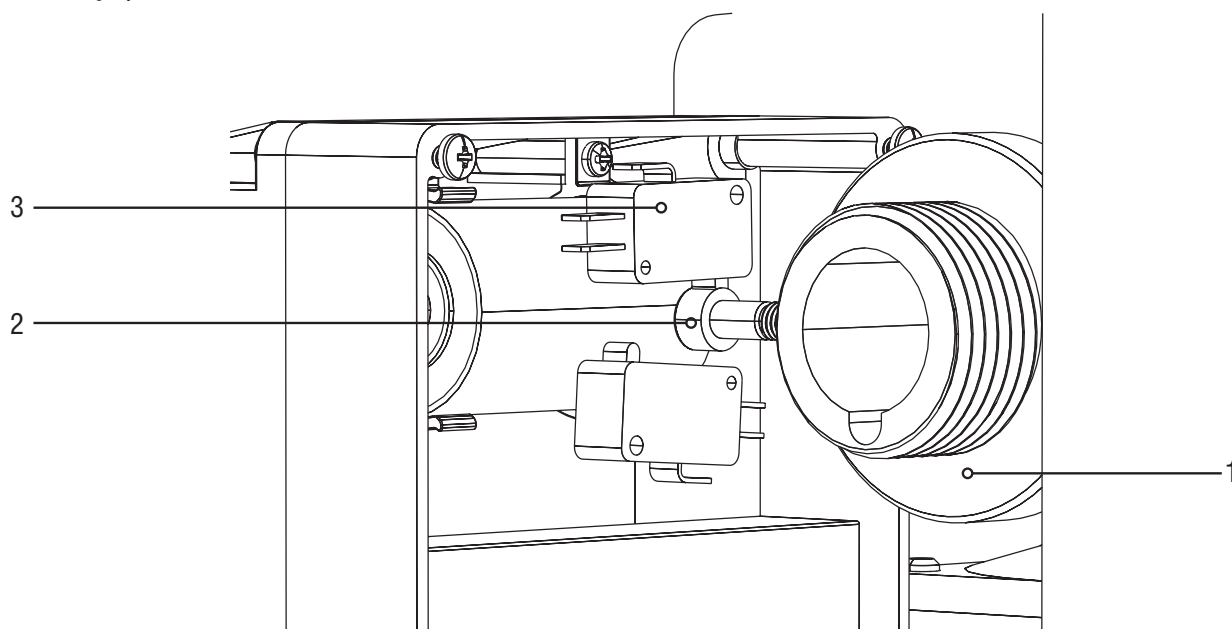

Рисунок 5
- Переместите кольцо установки крайних положений (поз.1) таким образом, чтобы винт (поз.2) нажимал на нижний микропереключатель (поз.3). См. рисунок 5.